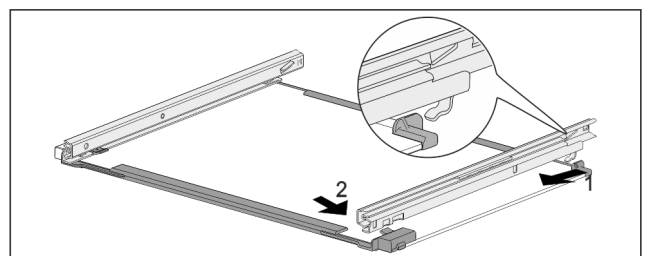

Fig. 134 Płyta szklana z szynami
- ▶ Zaczepić szynę z tyłu. Fig. 134 (1)
- ▶ Zazębić szynę z przodu. Fig. 134 (2)